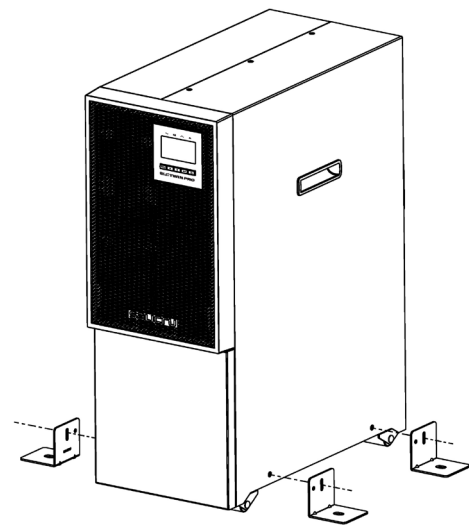

Fig. 21. Instalação dos suportes estabilizadores.
2. Instale os suportes para melhorar a estabilidade, como indica a Fig. 21.